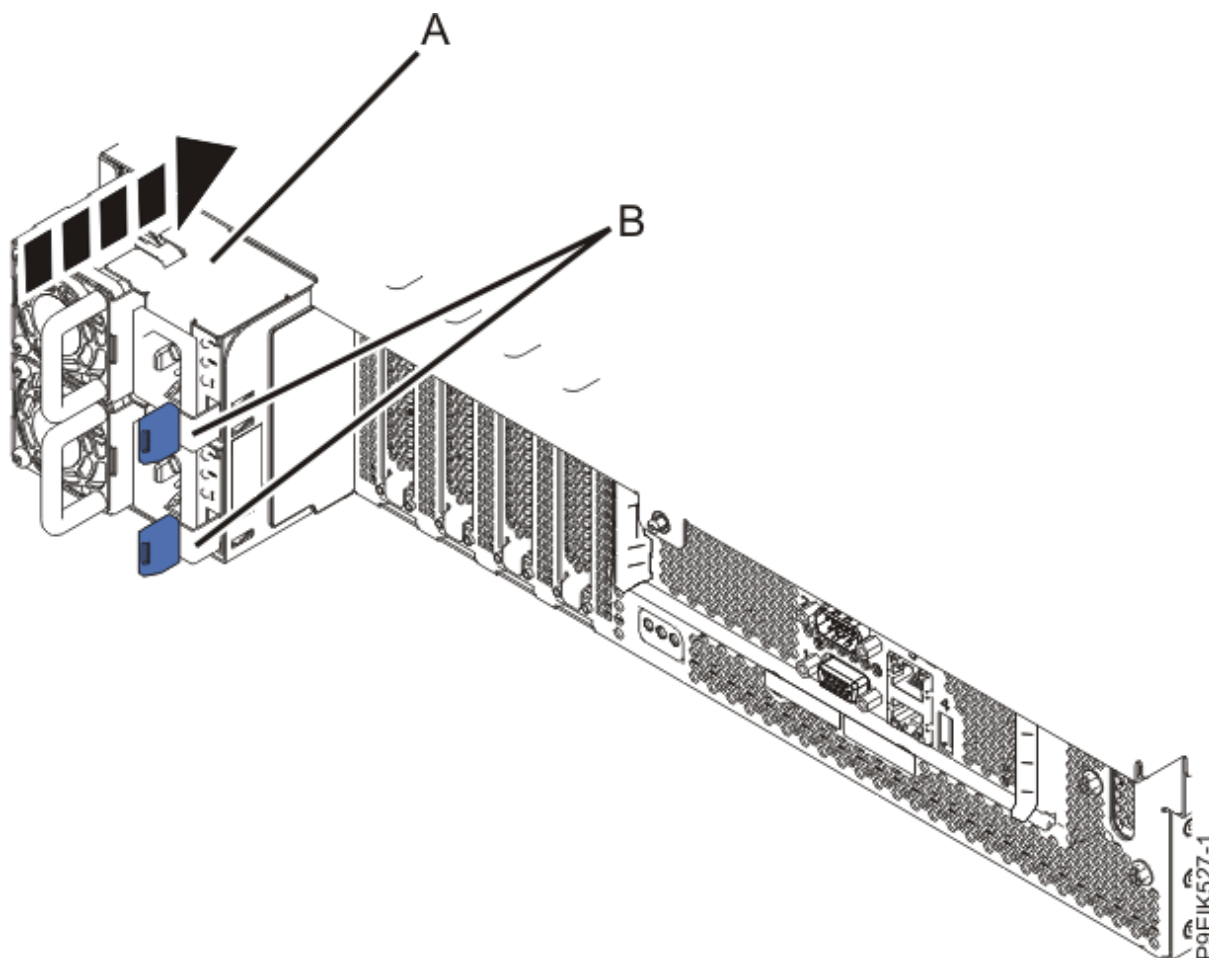

Figura 38. Sustitución de las fuentes de alimentación en el sistema
4. Sustituya las fuentes de alimentación tal como se muestra en la Figura 38 en la página 79.